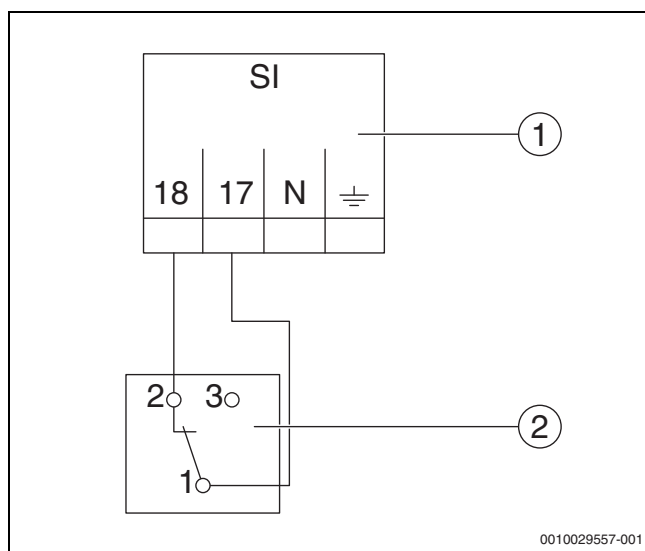

Fig. 6 Racordarea dispozitivului de siguranță extern
- ▶ Racordați firele conform Fig. 6 și schemei de conexiuni.